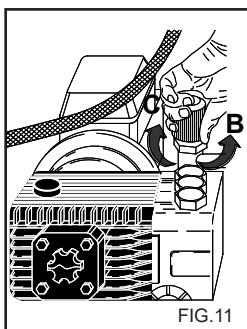

FIG.11
Le dispositif régulateur de pression (fig.11) permet de régler la pression de service. En faisant tourner le bouton C dans le sens contraire des aiguilles d'une montre (B) (minimum), on obtient une réduction de la pression de service.